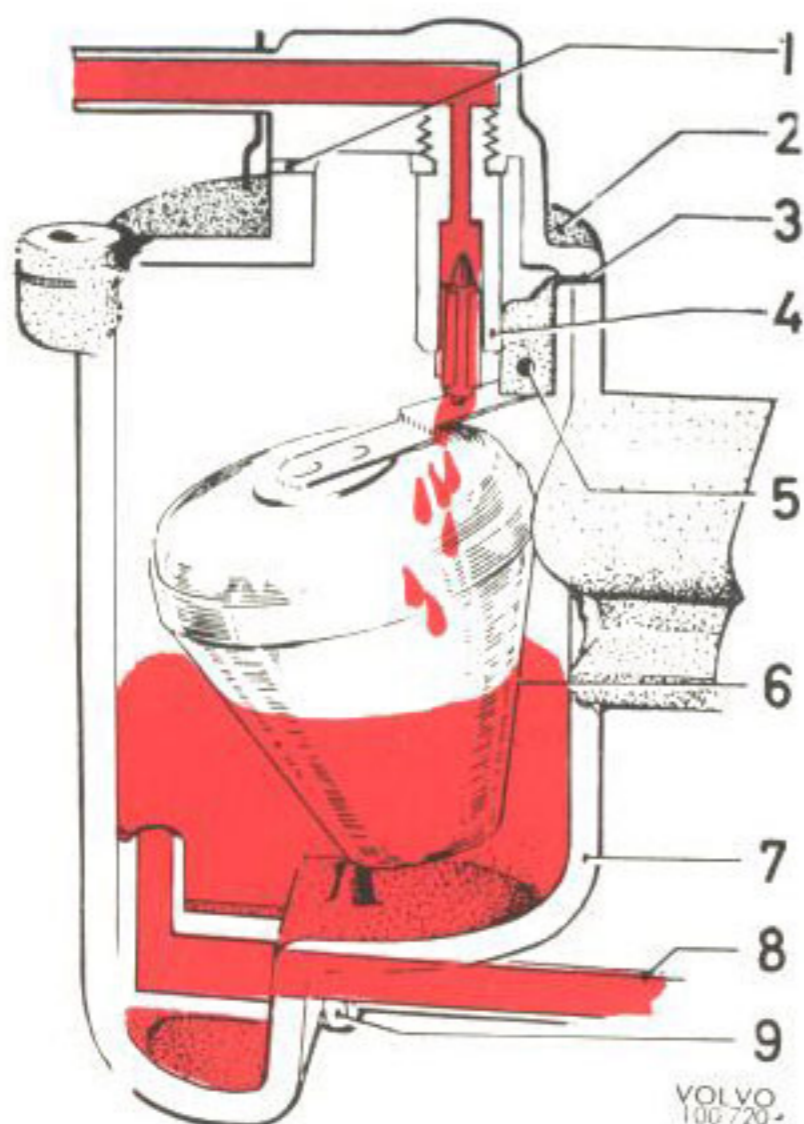

Bild 11. Flottörsystem.
Flottörhuset är festskruvat vid förgasarhuset. Ventilen (4, bild 11) som öppnas eller stänges av flottören, är festsatt i locket. Bränslet ledes till munstyckets nedre ända genom en böjlig slang från flottörhusets nedre del (8).